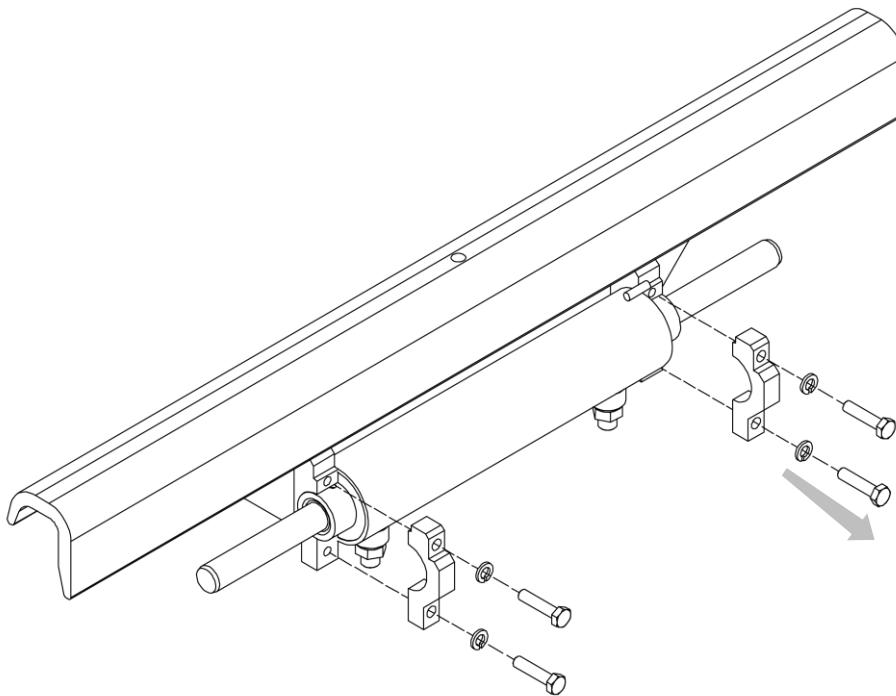

Figura 31
4. Prendere come riferimento la *Figura 31*.